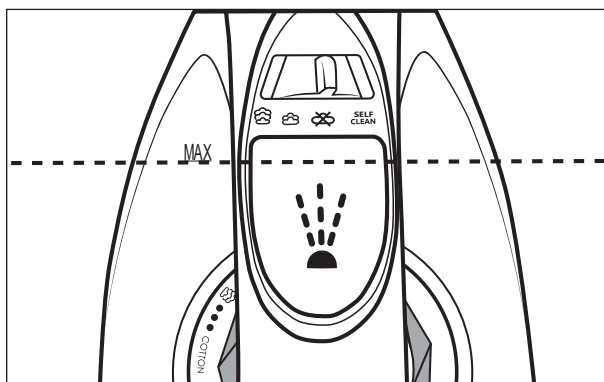

Fig. 1
- 3) Fyld vandbeholderen **2** op til den maks. markering **MAX** med målebægeret **1** (se fig. 1).